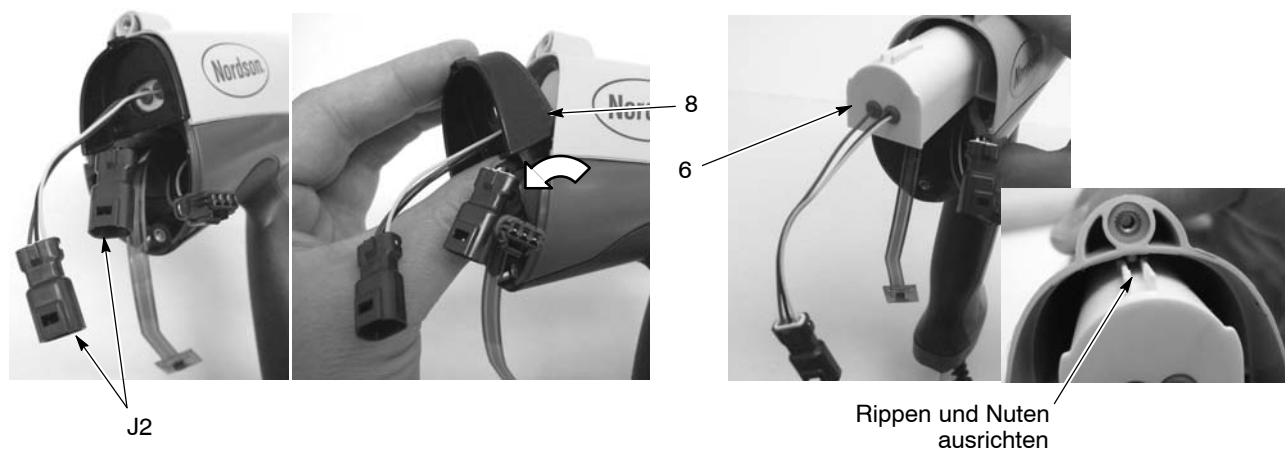

Abb. 5-2 Spannungsversorgung ersetzen
2. Siehe Abbildung 5-2. Einen kleinen Schraubendreher in die Aussparung in den Steckern J2 Pistolenkabel/Spannungsversorgung schieben, um die Rasten zu lösen, und die Stecker trennen.
3. Oben an der Schottabdeckung (8) ziehen, um sie von der Pistole abzunehmen.
4. Die Spannungsversorgung (6) aus dem Pistolengehäuse herauschieben und die Drähte der Spannungsversorgung und den Stecker aus der Schottabdeckung ziehen.
12. Siehe Abbildung 5-2. Wenn die Spannungsversorgung abgenommen wurde, diese in die obere Öffnung im Pistolengehäuse schieben. Dabei die Führungsrippen im Pistolengehäuse in den passenden Nuten an der Spannungsversorgung entlang schieben.